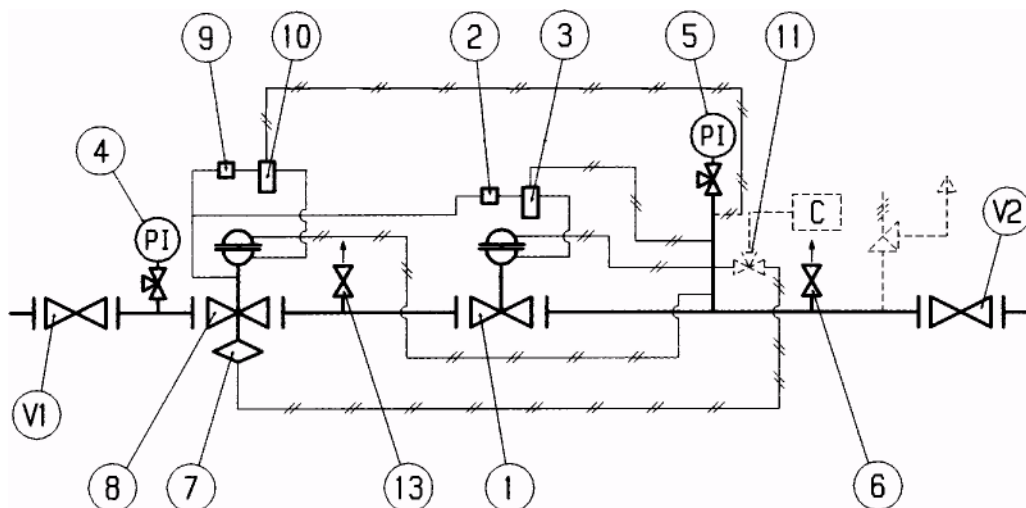

Рис.20
5.6 ВВОД В ЭКСПЛУАТАЦИЮ РЕГУЛЯТОРА ПЛЮС ПОСЛЕДОВАТЕЛЬНО УСТАНОВЛЕННЫЙ МОНИТОР REVAL 182 С ОТСЕКАЮЩИМ КЛАПАНОМ VB/93 (РИС. 20)